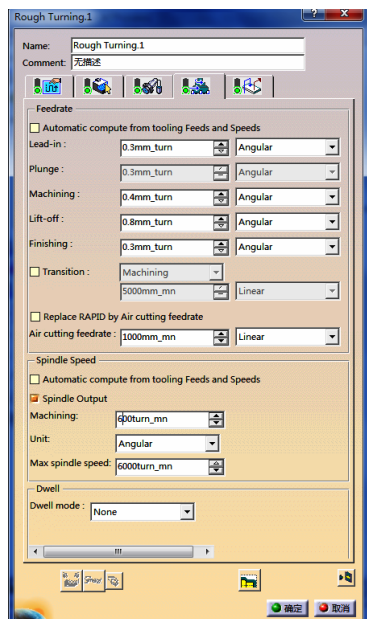

图 6-118 进给率参数选项卡 (7)
4) 定义进给率。单击“Rough Turning.1”对话框中的, 切换到进给率参数选项卡 (7), 如图 6-118 所示。